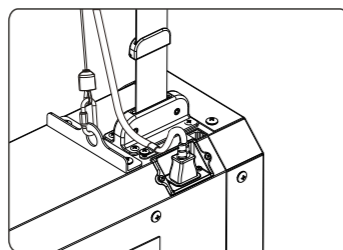

图14
8. 将线扣套住电源线, 再把 $\text{O}4 \times 10\text{mm}$ 螺丝穿过线扣孔位, 然后将电源线固定在银幕外壳左端顶部(如图14)。(注意: 电源线与牵引钢丝要错位, 以防损坏电源线。)